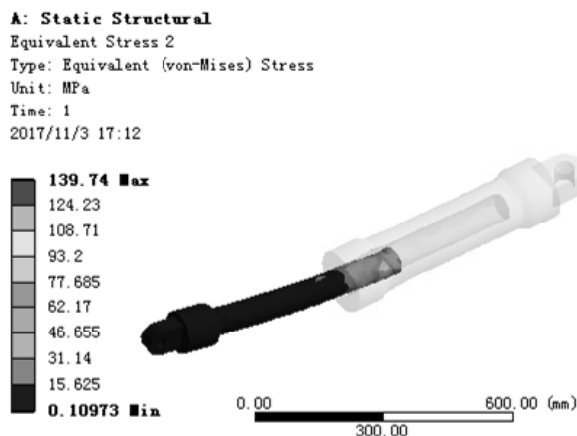

图 7.6.30 应力结果图解 (frictionless)
(3) 查看 frictionless 应力结果图解。在“Outline”窗口中选中 **Equivalent Stress 2**，查看图 7.6.30 所示的零件 frictionless 的应力结果，其最小应力为 0.10973 MPa，最大应力为 139.74 MPa。